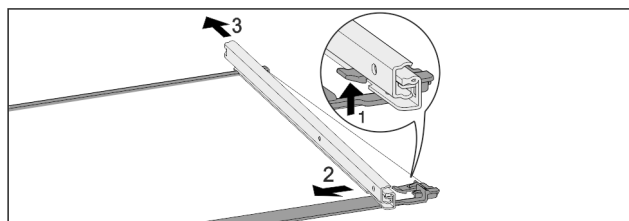

Fig. 52 Стеклянная пластина с направляющими
- ▶ Отожмите передний стопорный крючок вверх. Fig. 52 (1)
- ▶ Сдвиньте выдвижную направляющую в сторону Fig. 52 (2) и назад Fig. 52 (3).